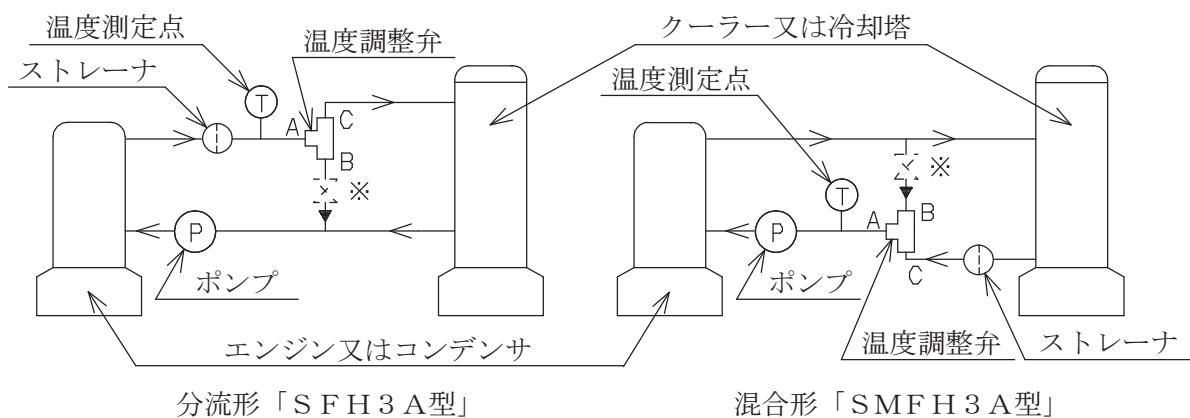

図4 標準的配管例
- 温度調節弁の入口側には、ストレーナを取り付けてください。(図4参照)
本体の三つの接続口の横に、それぞれ“A”、“B”及び“C”の鋳出しマークがありますから、表1と図4に従って間違いないよう配管に接続してください。
冷却塔を使用している場合は、特に温度調整弁にスケールやごみその他の異物 が入り作動不良になるおそれがありますから、図4のようにストレーナを取り付けてください。
調整弁内部各流路間の差圧のアンバランスをできるだけ少なくして調節を円滑にするため、バイパス管には図4 ※部のように手動弁を設けて圧力を調節してください。